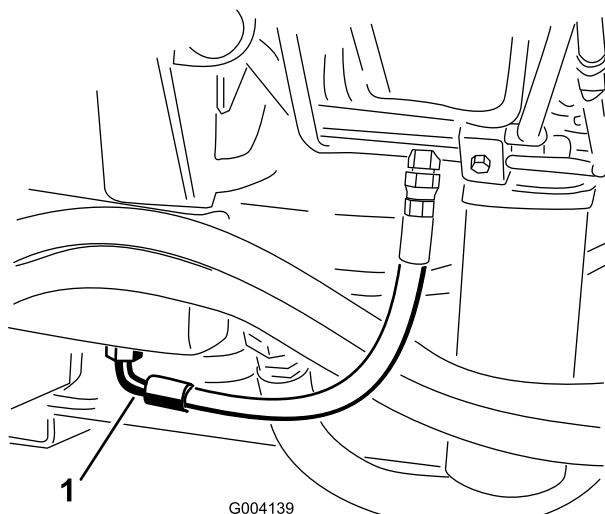

Рисунок 56
- Установите большой сливной поддон под штыцер, расположенный в нижней части бака с гидравлической жидкостью (Рисунок 56).